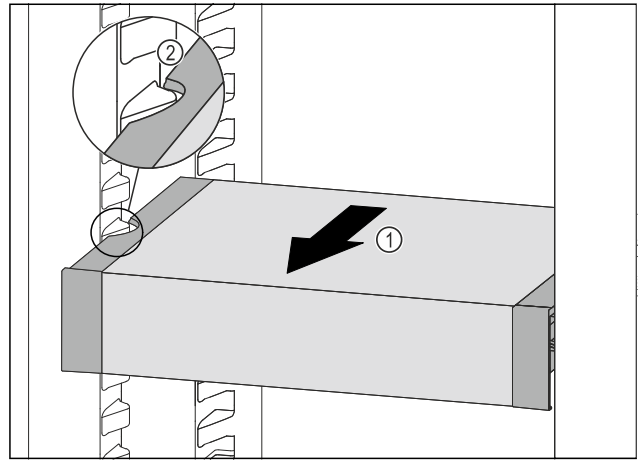

Fig. 151
- Tirare VarioSafe in avanti Fig. 151 (1) fino a quando le cavità laterali di VarioSafe non si trovano al livello della nervatura del contenitore nel vano frigorifero. Fig. 151 (2)